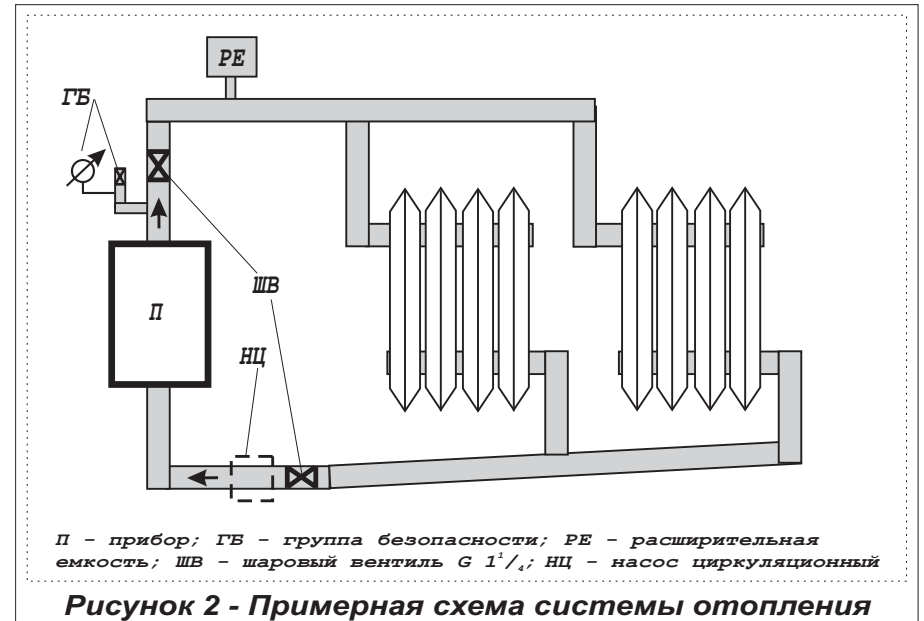

Рисунок 2 - Примерная схема системы отопления
5.9. **Внимание!** При эксплуатации прибора запрещается полностью или частично перекрывать шаровые вентили на входе и выходе из котла (см. рисунок 2).